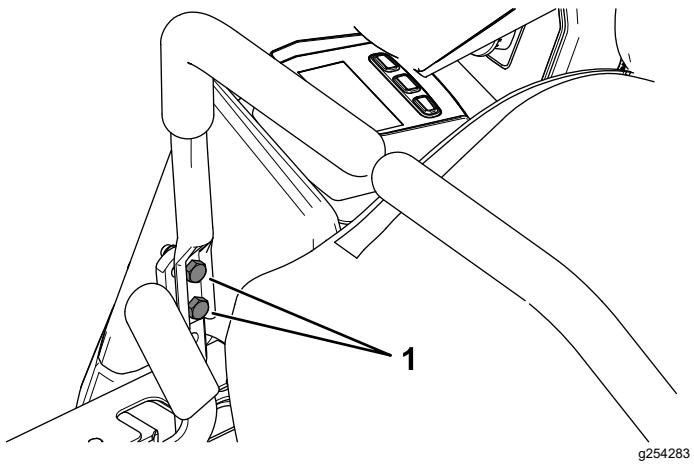

Bild 48
10. Wenn eine Ausrichtung erforderlich ist, lösen Sie die beiden Befestigungsschrauben des Fahrantriebshebels auf der falsch ausgerichteten Seite (Bild 48).
12. Ziehen Sie die beiden Befestigungsschrauben des Fahrantriebshebels fest (Bild 48).